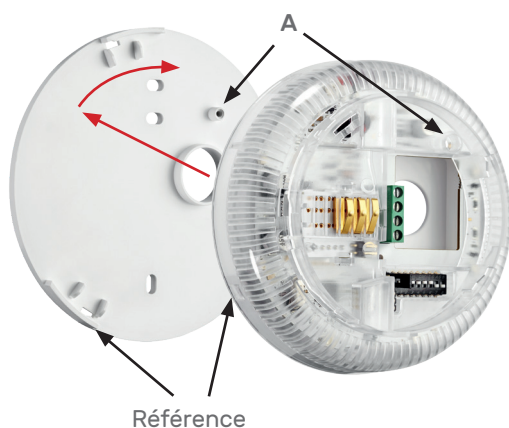

Fig. 1
- ✓ Introduire dans la base la vis de blocage « A » avec le disque en plastique et la visser (Fig. 1)